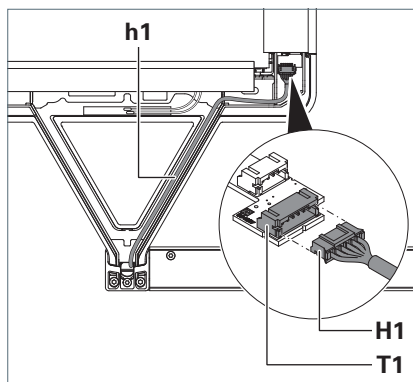

Fig. 14: Collegare la linea di comando .
2. Posare la linea di comando **h1** dalla traversa nel braccio di supporto della testa dell'apparecchio, vedere Fig. 14.